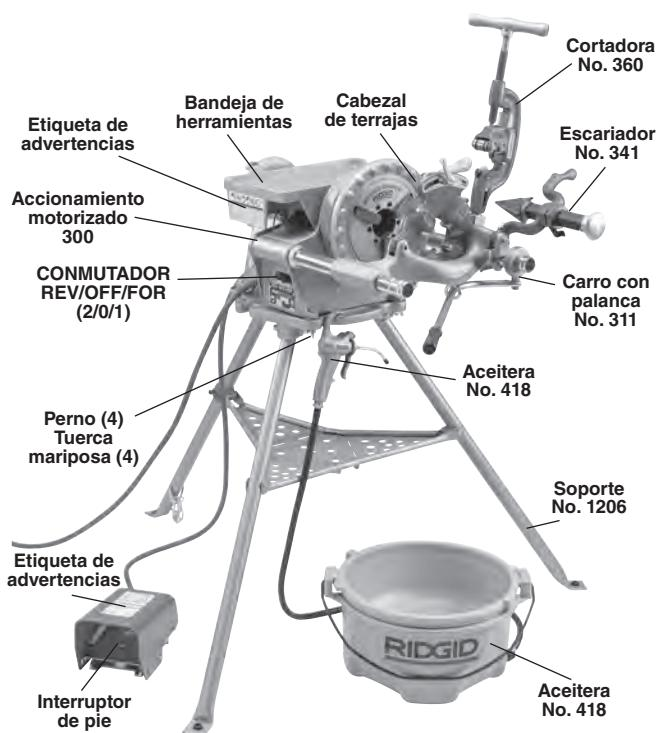

Figura 2 – Accionamiento motorizado Modelo 300 Complete
- Coloque el accionamiento motorizado 300 sobre el soporte y fíjelo a la base con los sujetadores suministrados (*Figura 2*).